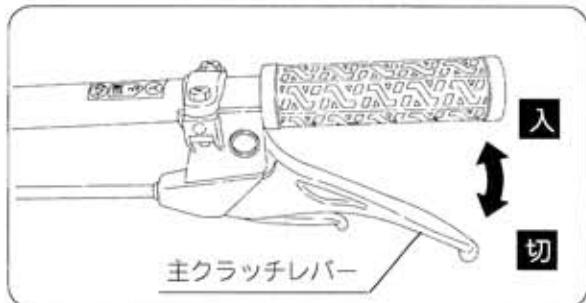

図12
- ② 主クラッチレバーをゆっくり握りますとクラッチが入ります。（図12）